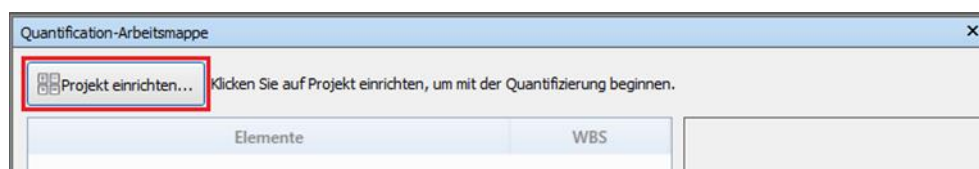

Abbildung 1-11: Projekteinrichtung in der Quantification-Arbeitsmappe
1. Projekt einrichten: (siehe Abbildung 1-11)